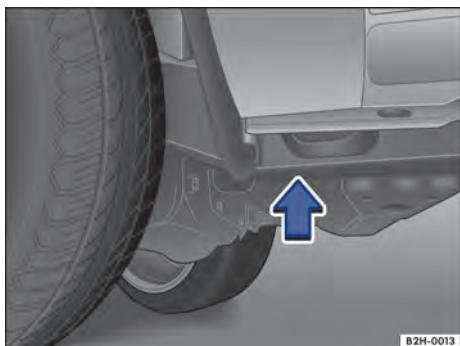
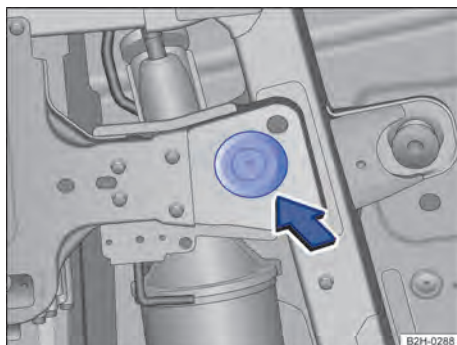
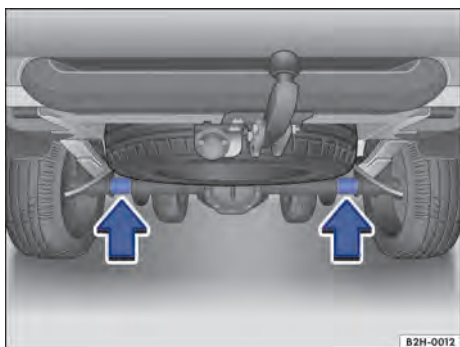

Fig. 183 Pelo lado: ponto de apoio dianteiro do macaco.
Fig. 184 Por baixo: ponto de apoio dianteiro do macaco.
Fig. 185 Pontos de apoio traseiros do macaco. ▶
O macaco deve ser colocado somente nos pontos de apoio mostrados → Fig. 183 ou → Fig. 185. Deve ser considerado o ponto de apoio localizado junto à roda correspondente → ⚠️.
3. Procurar o ponto de apoio dianteiro do macaco → Fig. 183 ou traseiro → Fig. 184 que se encontra mais próximo da roda a ser trocada.
6. Verificar se o macaco se encontra abaixo das áreas marcadas na dianteira → Fig. 183 ou na traseira → Fig. 185.
7. Alinhar o macaco e simultaneamente girar mais para cima até que a área de apoio do macaco encoste no ponto de apoio → Fig. 184 ou numa das depressões → Fig. 186.
- Posicionar o macaco somente nos pontos descritos → Fig. 183 ou → Fig. 184.
O macaco deve ser colocado somente nos pontos de apoio mostrados → Fig. 183 (visto pela lateral) ou → Fig. 184 (visto por baixo).
O macaco deve ser colocado somente nos pontos de apoio mostrados → Fig. 185 (setas).